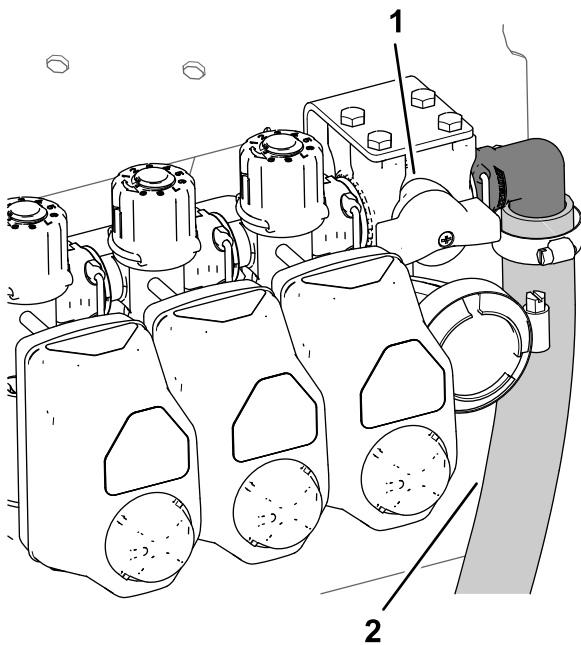
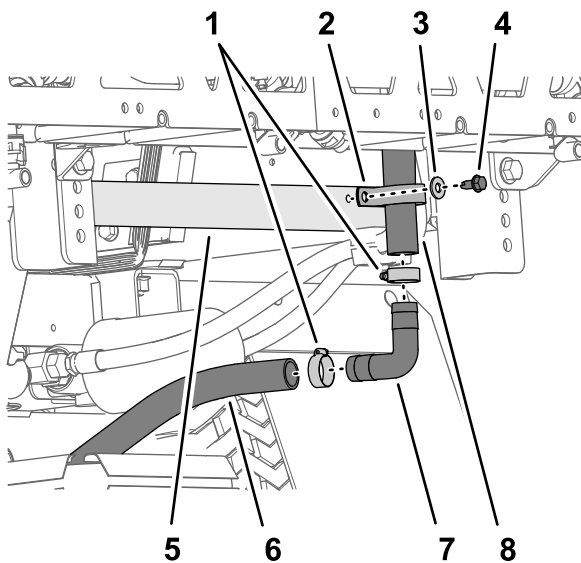

Figura 40
Figura 41
1. En el extremo inferior de la manguera de desvío superior, retire el perno con arandela prensada (5/16" x 3/4"), la arandela (5/16") y abrazadera en R que sujeta la manguera de desvío superior a la placa base trasera de la máquina (Figura 40 y Figura 41).
2. Retire las 2 abrazaderas que sujetan la manguera de desvío superior y la manguera de desvío inferior al conector dentado de 90° (Figura 41).
3. Retire el acoplamiento dentado de 90° de las mangueras (Figura 41).